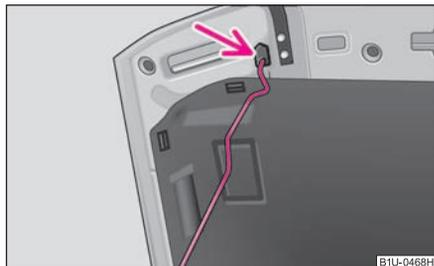

Fig. 16 Fixation du capot-moteur avec appui du capot
- Sortez l'appui du capot de son support et mettez-le dans l'ouverture prévue à cet effet ⇒ fig. 16.